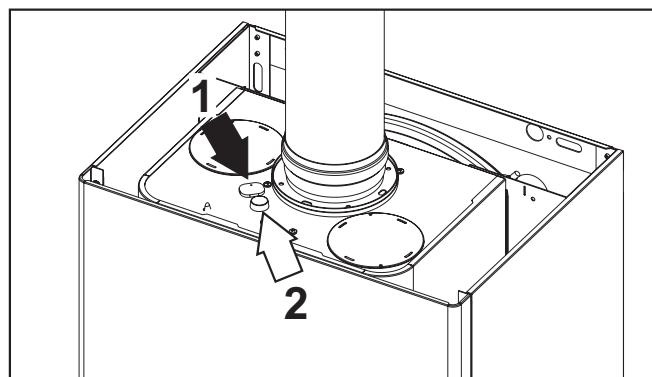

**fig. 27 - Apertura mantello**
1. Svitare le viti A (vedi fig. 27).
2. Ruotare il mantello (vedi fig. 27).